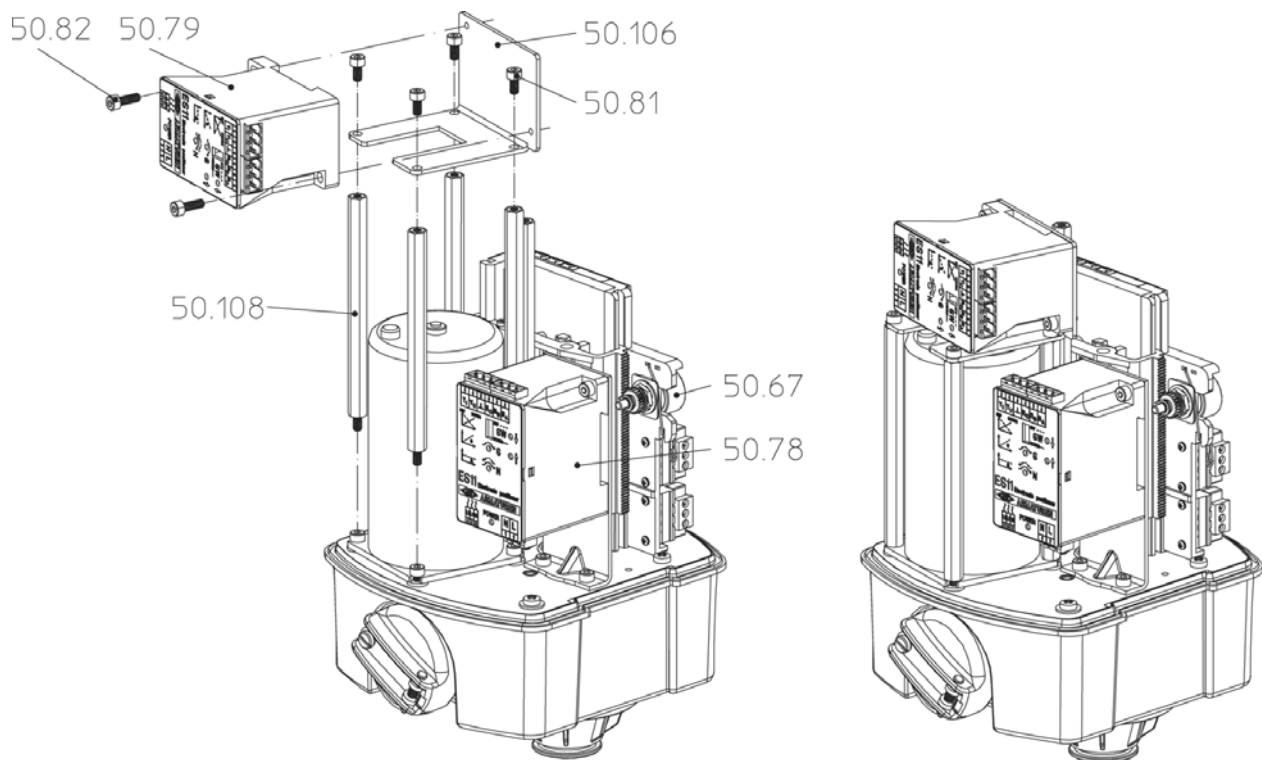

Рис. 19: Одновременная установка RI21 / ES11 в ARI-PREMIO 2,2 - 5 кН
- Смонтируйте RI21 и ES11 с помощью крепежного комплекта согласно Рис. 19 .
- Смонтируйте контактор на плате редуктора с помощью крепежного комплекта (рис. 19)
- Закрепите реле контроля фазы рядом с контактором реверса (рис. 19)